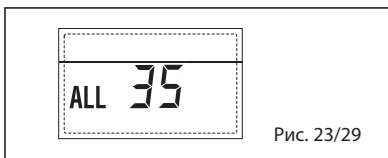

Рис. 23/29
– НЕПОЛАДКА КОНФИГУРАЦИИ ТРЁХ-ЗОННОЙ УСТАНОВКИ “ТРЕВ 32” (рис. 23/26)